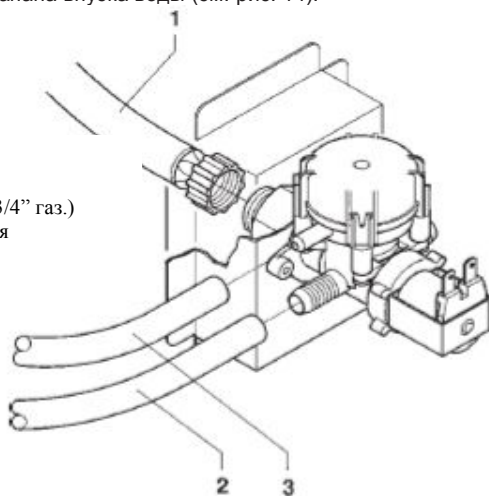

Рис.14
Используйте шланг, рассчитанный на давление в водопроводной сети и подходящий для работы с пищевыми продуктами (мин. Внутренний диаметр – 6 мм) для подключения к впускному патрубку (3/4" газ.) электромагнитного клапана впуска воды (см. рис. 14).
Электромагнитный клапан впуска воды (см.рис.14) оборудован устройством переполнения, которое механически перекрывает подачу воды при возникновении неисправности электромагнитного клапана или устройства контроля уровня воды в котле.
- Ослабьте гайку, фиксирующую питающий шланг электромагнитного клапана, выпустив избыточное давление водопровода и заверните ее снова (Рис. 14).